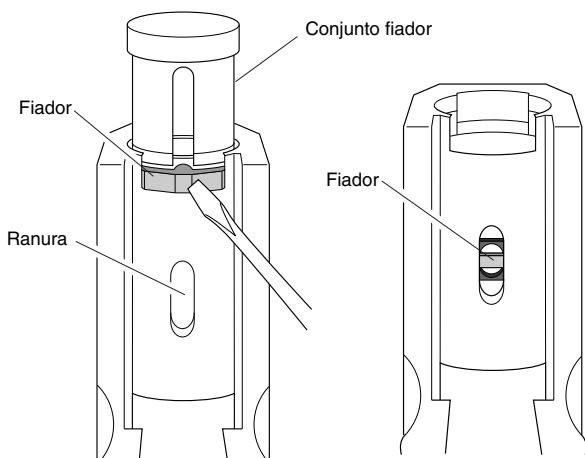

Figura 10 - Inserción el conjunto fiador dentro del cilindro visto desde la parte inferior de la herramienta
2. Inserte el conjunto fiador en el cilindro en la parte posterior del cuerpo de la herramienta. El conjunto fiador consiste en el fiador, el resorte y el porta fiador (vea los números 20, 21 y 22, página 45). Inserte el conjunto fiador. Hágalo insertando primero el lado que tiene fiador (vea la Figura 10). Asegúrese que el fiador esté apuntando hacia la parte inferior de la herramienta. **Nota:** Use un destornillador para presionar el fiador de modo que el conjunto fiador pueda pasar adentro del cilindro. Presione el conjunto fiador en el cilindro hasta que tope. **Nota:** Al fiador puede vérselo por la ranura inferior del cilindro. Use un destornillador para presionar al fiador por la ranura. Mueva más al conjunto fiador en el cilindro hasta que el fiador se ubique en el centro de la ranura.